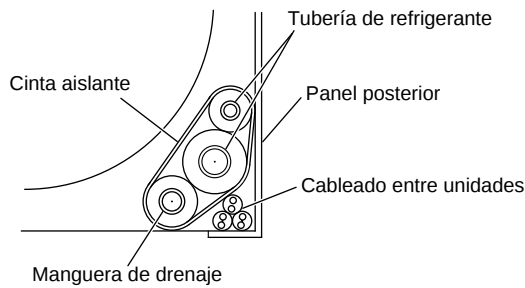

Fig. 3-31
- (2) Después de realizar una prueba de fugas, envuelva los tubos refrigerantes y la manguera de drenaje conjuntamente con la cinta (Fig. 3-31). A continuación, fije los tubos en el espacio de almacenamiento de los tubos en la parte posterior de la unidad interior y sujételos en su lugar.
- (3) Ajuste la unidad interior de manera que esté montada de forma segura en el panel posterior.